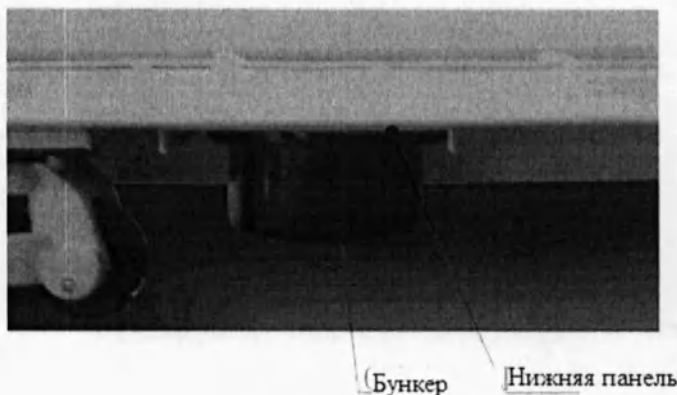

Рис. 51. Бункер
- 2) Раз в две недели следует проверять бункер для сбора отработанного масла под стерилизатором (Рис. 51). Вытащите бункер параллельно нижней панели стерилизатора, очистите и верните на прежнее место (бункер удерживается на дне стерилизатора магнитом).